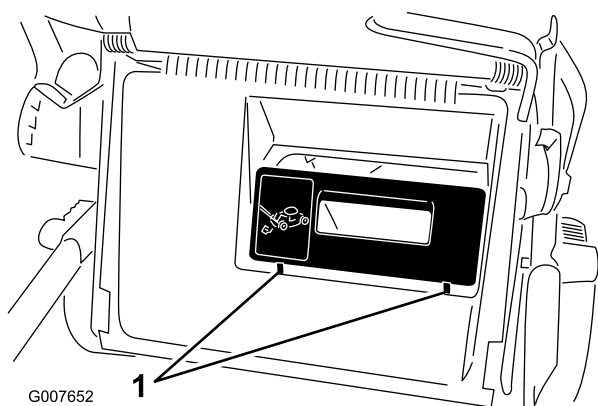
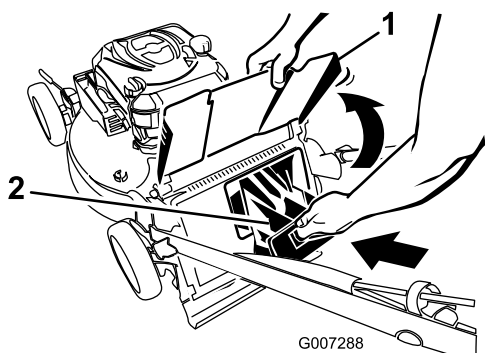

Figure 20
Figure 21
**Important:** Vérifiez que l'obturateur de l'éjecteur arrière est bien en place. Soulevez le déflecteur d'éjection et cherchez les 2 languettes situées devant l'obturateur (Figure 20). Si vous ne les trouvez pas, appuyez fermement sur l'obturateur jusqu'à ce qu'il s'enclenche en position (Figure 21).